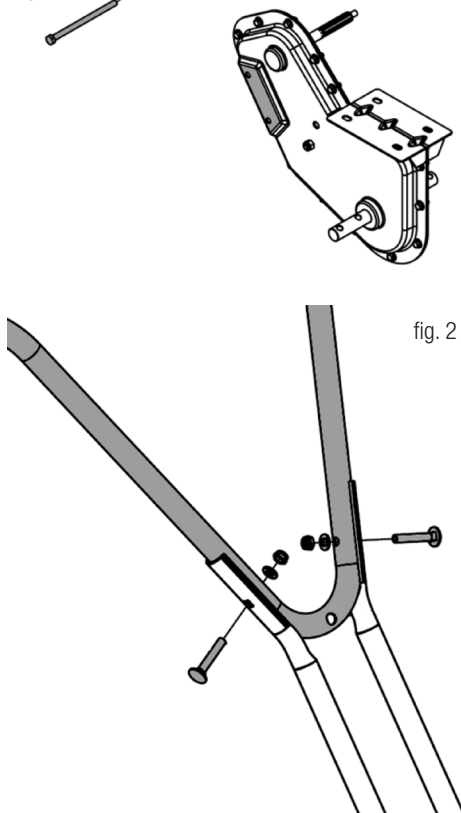

fig. 2
2. Monte a alça superior. Use os parafusos, porcas e arruelas conforme mostrado na fig. 2.